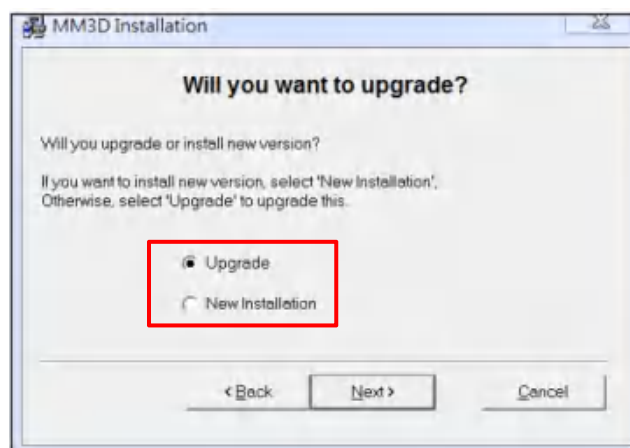

图 4
- (3) 选择欲将软件升级「Upgrade」或重新安装「New Installation」，见下图 4。选定后请按「Next」进行下一步骤。